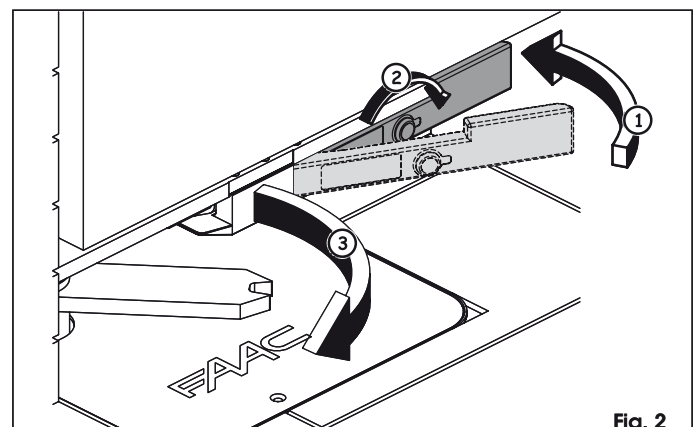

Fig. 2
- ramener la clé dans sa position de repos (Fig. 2 rif. ①)
- insérer la clé de déverrouillage dans la serrure et la tourner jusqu'à l'arrêt dans la direction opposée au pilier (Fig. 2 rif. ②)
- actionner manuellement le vantail jusqu'à l'engagement de la serrure sur la patte de blocage (Fig. 2 rif. ③)